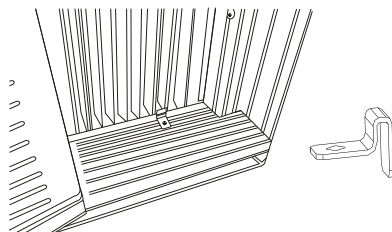

Fig.18C
3. Fixez les cadres de verrouillage au rebord de la fenêtre à l'aide de deux vis de 3/4 po (19 mm) (Fig. 18C).